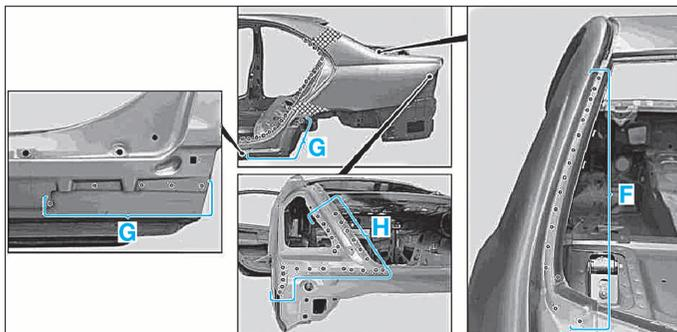

FIG. 81
- Fraiser les points de soudure (C), (D), (E), (F), (G) et (H) (Fig.80) et (Fig.81).